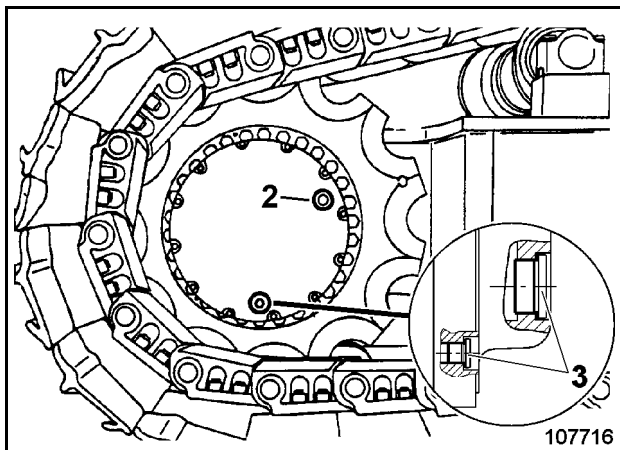

图 3-97:
- ☞ 移动挖掘机，使塞 (2, 图 3-97:) 和 (3) 位于所显示的位置。
- ☞ 拧下排油塞 (3) 并完全排干油。松开塞 (2) 让油流出。
- ☞ 将排油塞 (3) 拧回正确位置。